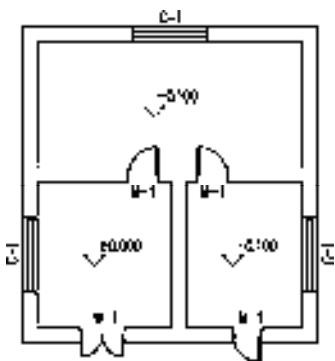

图 10-19 打开素材
- 1) 按〈Ctrl+O〉组合键, 打开配套光盘提供的“第 10 章/10.2.2 标高检查.dwg”素材文件, 结果如图 10-19 所示。